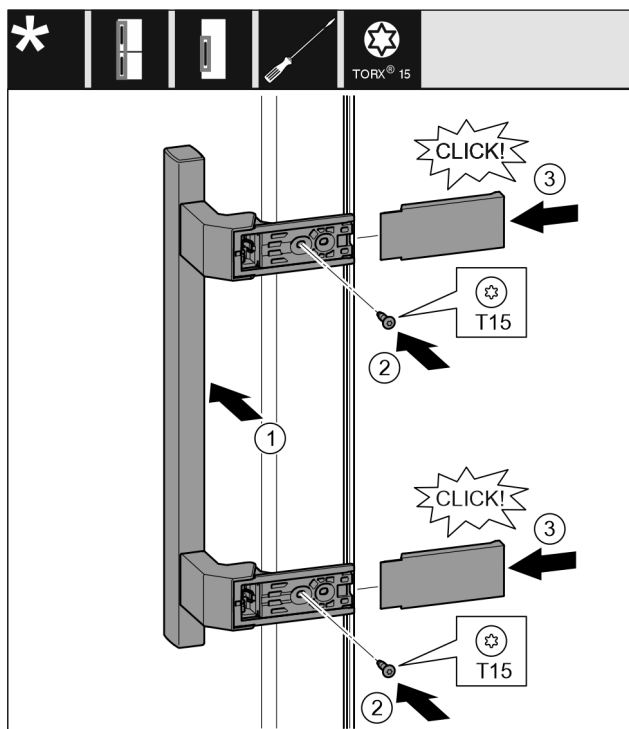

Fig. 16
- ▶ Breng het handvat aan de andere kant aan. Fig. 16 (1)
- ▶ Schroeven met schroevendraaier T15 vastschroeven. Fig. 16 (2)
- ▶ Plaats de afdekkingen op de zijkanten en schuif ze erop. Fig. 16 (3)